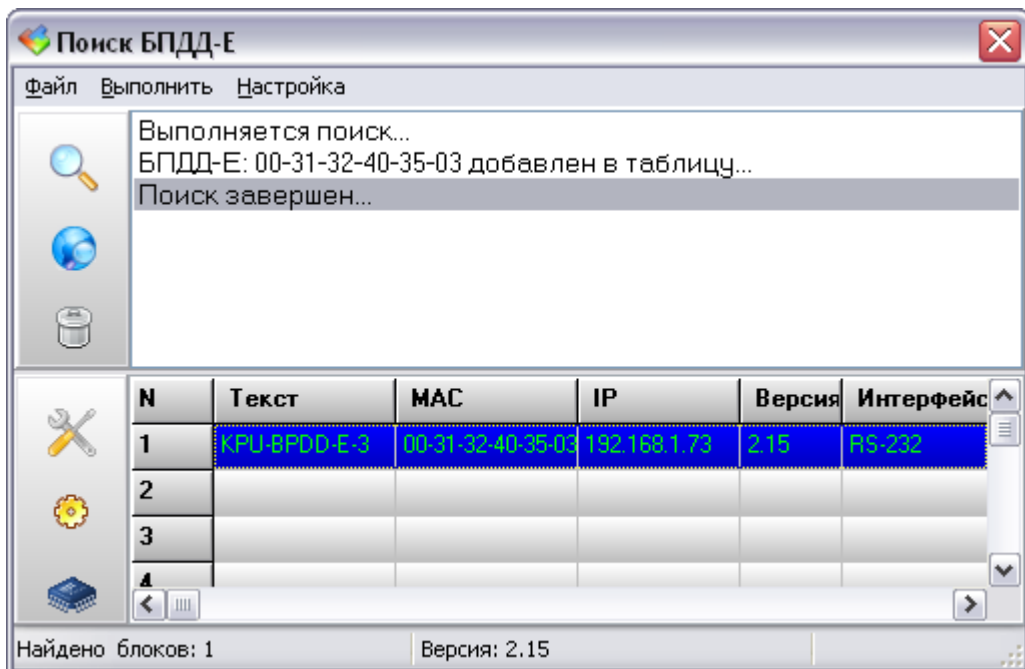

Рисунок 25 – Поиск КПУ в программе RASOS
14.6.2 После выполнения процедуры поиска «Поиск завершен» в таблице выбрать строку с КПУ (рисунок 25). Нажать на кнопку «Настройка» .